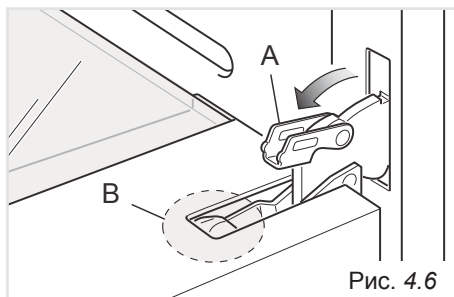
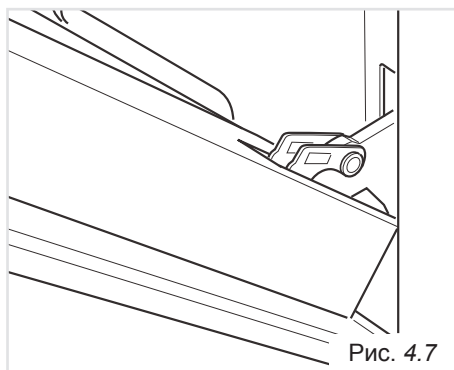

Рис. 4.6
Рис. 4.7
- Полностью откройте рычаг «А» на правом и левом шарнирах (Рис. 4.6).
- Немного закройте дверцу (Рис. 4.7), так чтобы рычаги «А» правого и левого шарниров зацепились за часть «В» дверцы (Рис. 4.6).